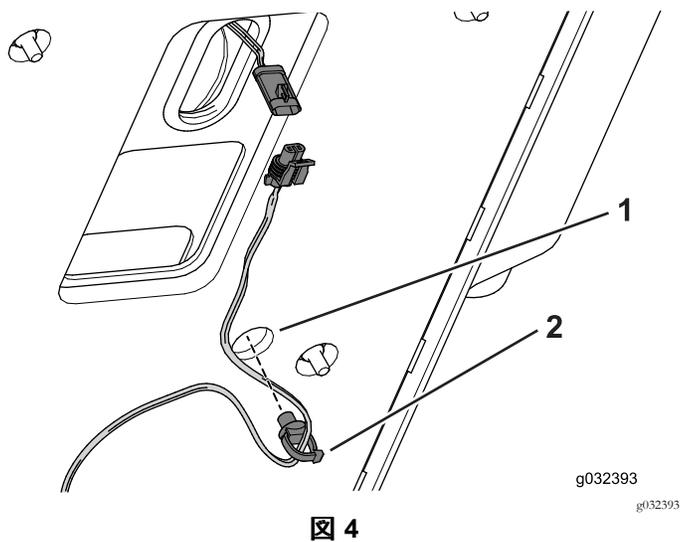

**図 3**
5. 防熱シールドの裏紙をはがして、運転デッキの裏面にシールドを張り付ける 図 3。